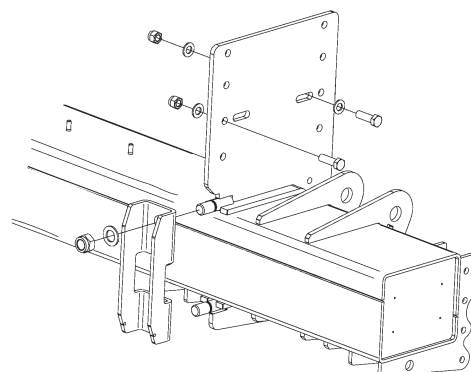

Bild 21. Montera U-profilen med tillhörande brickor och muttrar
8. Montera U-profilen med tillhörande brickor och muttrar utan att dra åt dessa. Skruva på muttrarna växelvis till dess att U-profilen ligger rakt an mot stommen, se Bild 21.